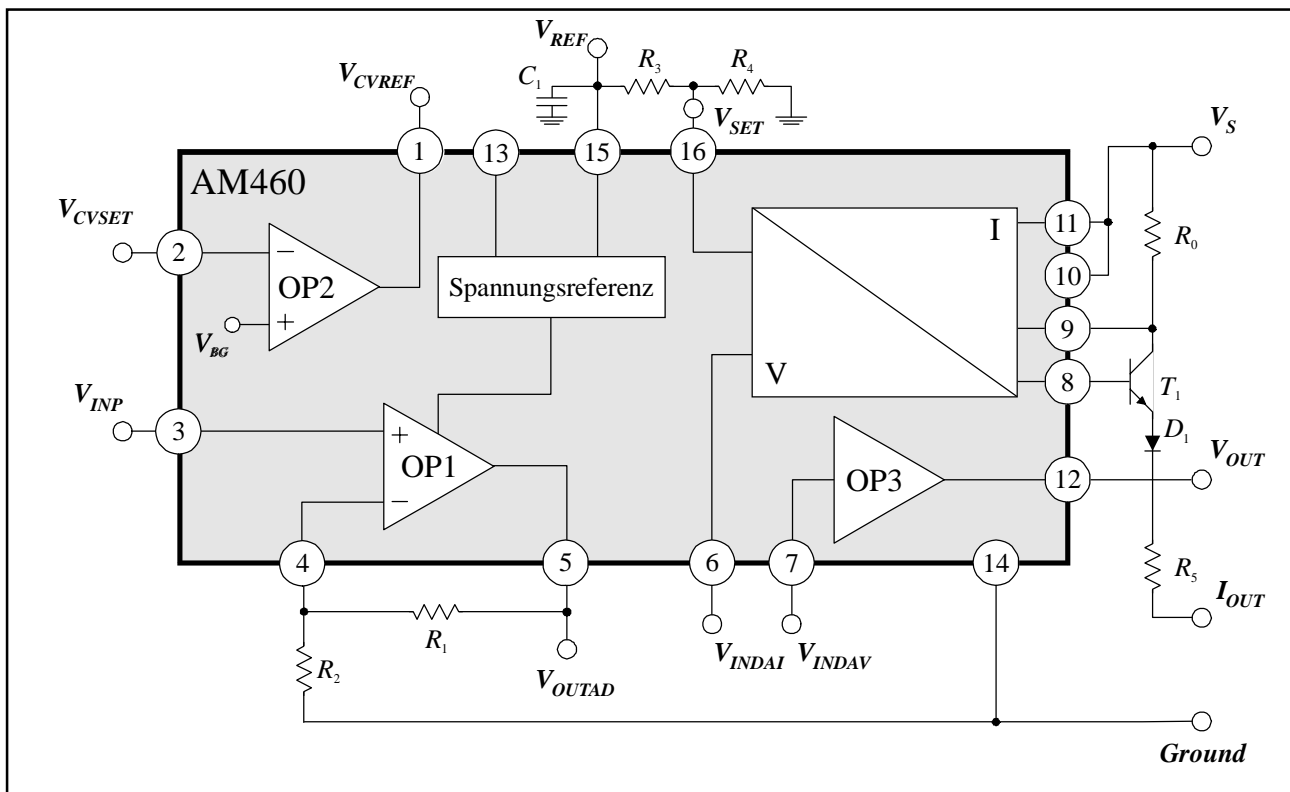
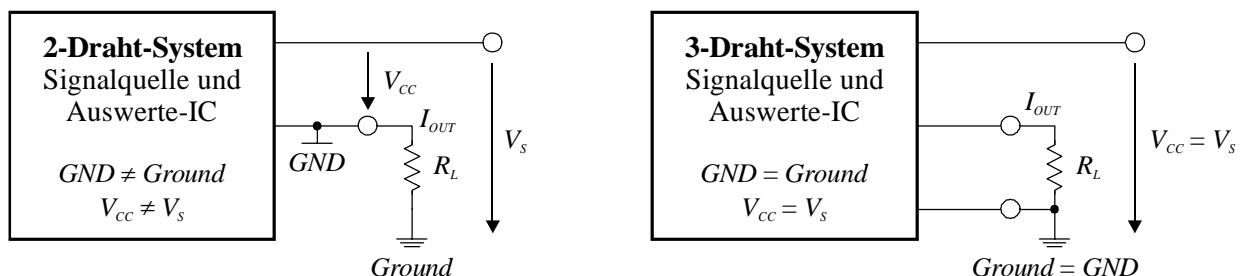
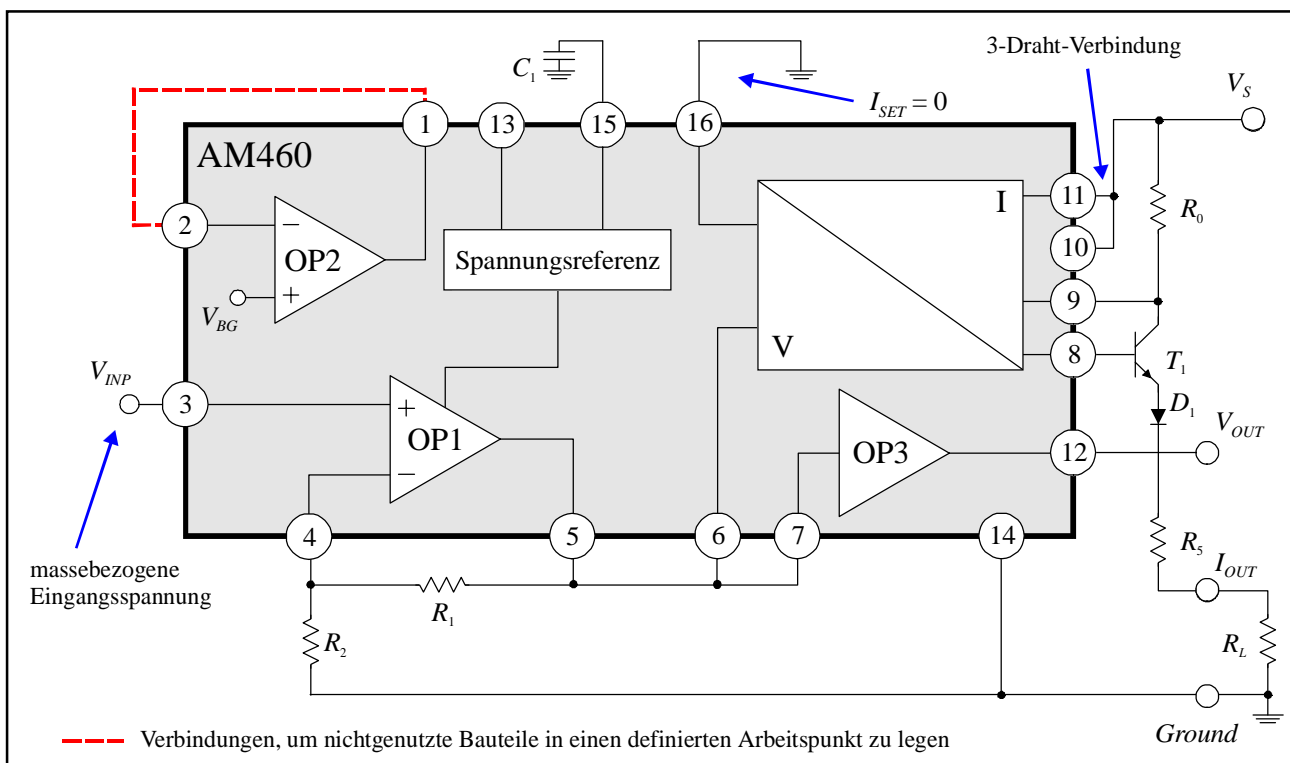
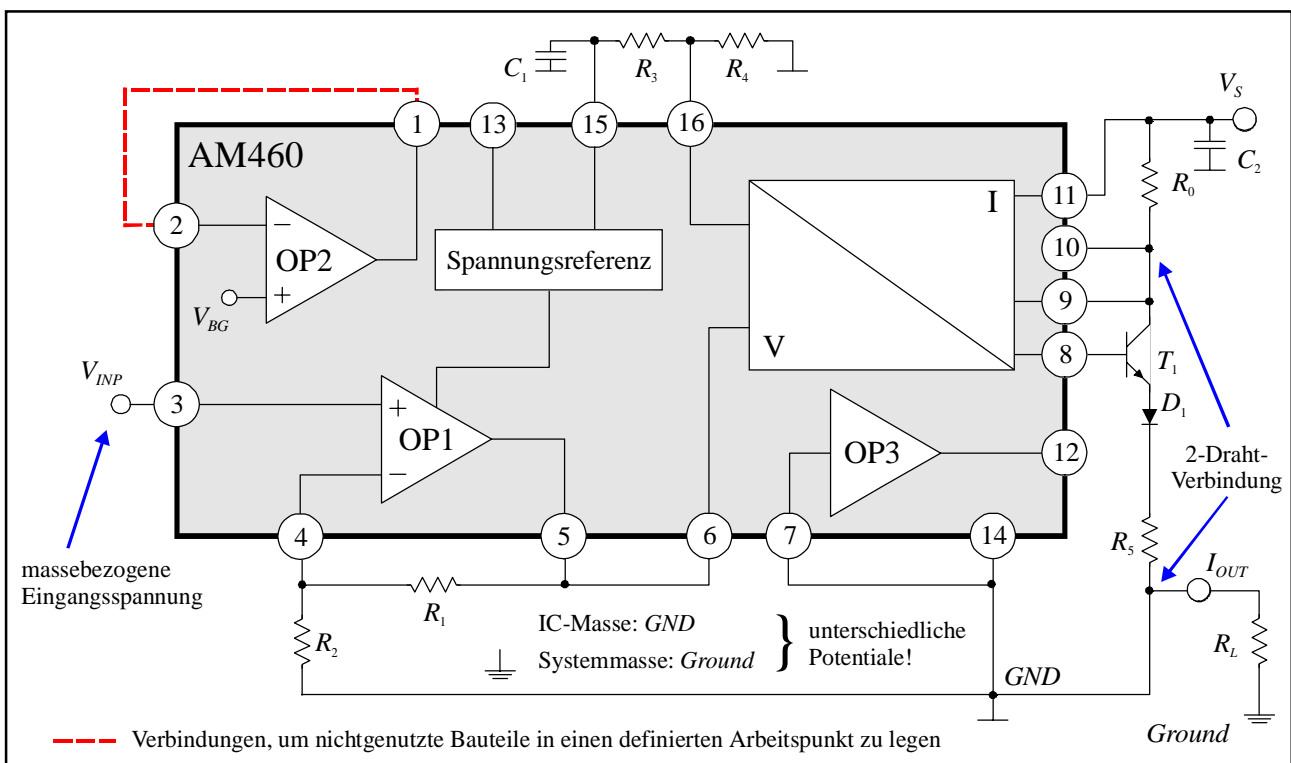

Abbildung 2: Blockschaltbild AM460 mit externen Bauelementen (3-Draht-Verschaltung für Stromausgang)
Abbildung 3: Unterschied 2- und 3-Draht-Betrieb
Abbildung 7: Typische Anwendung für massebezogene Eingangssignale
Abbildung 8: Typische 2-Draht-Anwendung für massebezogene Eingangssignale
Der AM460 ist ein modular aufgebautes, universelles Wandler- und Schutz-IC, welches speziell für die Aufbereitung von massebezogenen Spannungssignalen entwickelt wurde. Durch seine Konzeption ist er für industrielle Anwendungen sowohl für den 3-Draht- als auch für den 2-Draht-Betrieb¹ geeignet (vgl. Anwendung Seite 13). Die Funktion des AM460 wird anhand des Blockschaltbildes (Abbildung 2) erläutert, das auch die wenigen externen Bauteile aufzeigt, die für den Betrieb des AM460 nötig sind. Elektrische Randbedingungen für die externen Komponenten finden sich auf Seite 6.
Der AM460 besteht aus mehreren modularen Funktionsblöcken (OPs, V/I-Konverter und Referenzen), die durch externe Verknüpfungen zusammengeschaltet oder separat betrieben werden können (siehe Grundschaltung in Abbildung 2):
- Der Spannungs-/Stromwandler (V/I-Wandler) liefert ein spannungsgesteuertes Stromsignal am IC-Ausgang I_{OUT} (Pin 8), das einen externen Transistor T_1 ansteuern kann, der den eigentlichen Ausgangsstrom I_{OUT} liefert. Der Transistor ist aus Gründen der Verlustleistung extern ausgeführt und wird durch eine zusätzliche Diode D_1 gegen Verpolung geschützt. Über den Pin SET kann ein Offsetstrom I_{SET} am Ausgang I_{OUT} eingestellt werden (z.B. mit Hilfe der internen Spannungsreferenz und einem externen Spannungsteiler wie in Abbildung 2 dargestellt). Der externe Widerstand R_0 ermöglicht bei gleichzeitigem Betrieb von Strom und Spannungsausgang eine Feinjustage des Ausgangsstromes. Für den durch T_1 verstärkten Ausgangsstrom I_{OUT} gilt die Beziehung
Wandlers, Abbildung 2) bezeichnen.²
Im 3-Draht-Betrieb (vgl. Abbildung 3 rechts und Abbildung 7) wird der Masseanschluß des ICs (Pin *GND*) mit der von außen zugeführten Systemmasse *Ground* verbunden. Die System-Versorgungsspannung V_S wird an Pin *VCC* angeschlossen und Pin *VCC* mit Pin *RS+* verbunden.
Im 2-Draht-Betrieb (vgl. Abbildung 3 links und Abbildung 8) wird die System-Versorgungsspannung V_S an den Pin *RS+* angeschlossen und der Pin *VCC* mit Pin *RS-* verbunden. Der Masseanschluß des IC (Pin *GND*) wird am Knotenpunkt zwischen dem Widerstand R_S und dem Lastwiderstand R_L (Stromausgang I_{OUT}) kontaktiert. Damit ist die Masse *GND* des ICs **nicht** gleich der Systemmasse *Ground*!!! Das Ausgangssignal wird über dem Lastwiderstand R_L abgegriffen, der den Stromausgang I_{OUT} mit der Systemmasse verbindet.
Der Grund dafür ist, daß das IC im 2-Draht-Betrieb zum eigentlichen Lastwiderstand R_L in Reihe geschaltet ist. In Abbildung 3 ist dieser Sachverhalt graphisch dargestellt.
Bei Nutzung der Verstärkerstufe OP1 zusammen mit dem V/I-Wandler zur Signalverarbeitung sollte zunächst ein Offset-Abgleich des Ausgangsstroms durch geeignete Wahl der Widerstände R_3 und R_4 durchgeführt werden. Dazu muß der Eingang von OP1 auf Masse gelegt werden ($V_{INP} = 0$). Mit dem Kurzschluß am Eingang und einer Beschaltung des Pins $VSET$ des V/I-Konverters nach Abbildung 2 ergibt sich für den Ausgangsstrom nach Gleichung 3:
1. Zum Betrieb des AM460 muß **immer** die externe Kapazität C_1 (hochwertige Keramikkapazität) kontaktiert werden (vgl. Abbildung 2). Es ist zu beachten, daß der Wert der Kapazität auch über den Temperaturbereich nicht den Wertebereich in den Randbedingungen auf Seite 6 verläßt. Im 2-Draht-Betrieb ist zusätzlich die Keramikkapazität C_2 zu verwenden (vgl. Abbildung 8).
In Abbildung 7 ist eine 3-Draht-Anwendung dargestellt, bei welcher der AM460 ein positives massebezogenes Spannungssignal verstärkt und wandelt. Die nicht genutzten Blöcke (z.B. OP2) sind in der Anwendung in definierte Arbeitspunkte gelegt worden. Alternativ können diese Funktionsgruppen natürlich weiterhin benutzt werden (z.B. zur Speisung externer Komponenten).
Im 2-Draht-Betrieb (vgl. Abbildung 8) wird die System-Versorgungsspannung V_S an den Pin $RS+$ angeschlossen und der Pin VCC mit Pin $RS-$ verbunden. Der Masseanschluß des IC (Pin GND) wird am Knotenpunkt zwischen dem Widerstand R_5 und dem Lastwiderstand R_L (Stromausgang I_{OUT}) kontaktiert. Damit ist die Masse des IC (GND) **nicht** gleich der Systemmasse ($Ground$)!!! Das Ausgangssignal wird über dem